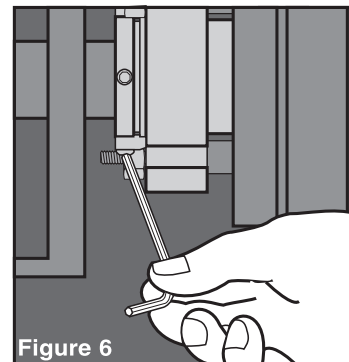

Figure 6
- 6.9 **Précaution: Enlever les cales de centrage** (CT) du collet de la chemise. Voir Figure 6.